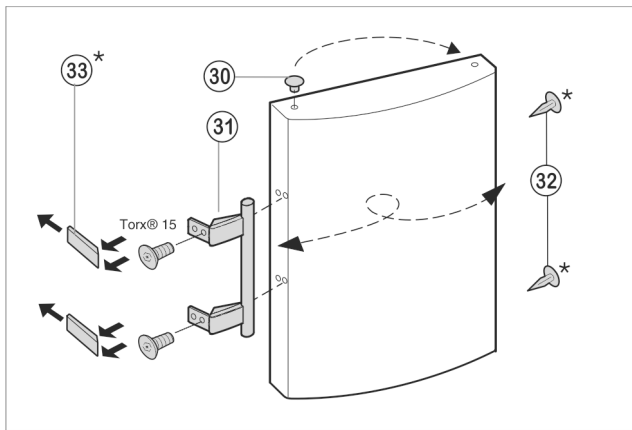

Fig. 8
- ▶ Извадете тапата Fig. 8 (30) от лагерната втулка на вратата и я преместете.
- ▶ Демонтирайте дръжката на вратата Fig. 8 (31), тапата Fig. 8 (32) и притискателните плочи Fig. 8 (33) и ги преместете на срещуположната страна.